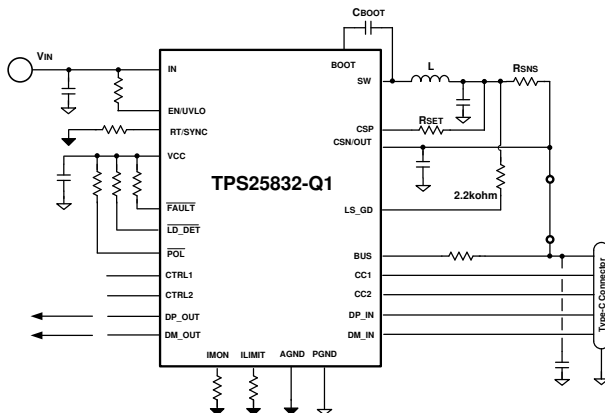
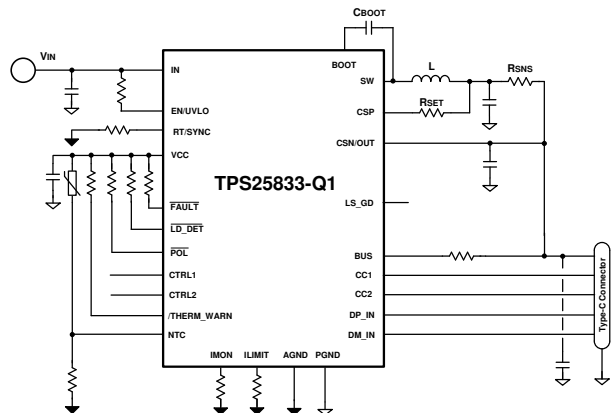

图 10-18. TPS25832-Q1 Buck Average Current Limit
图 10-19. TPS25833-Q1 Buck Average Current Limit
- Buck Average Current Limit 图 10-18, 图 10-19: